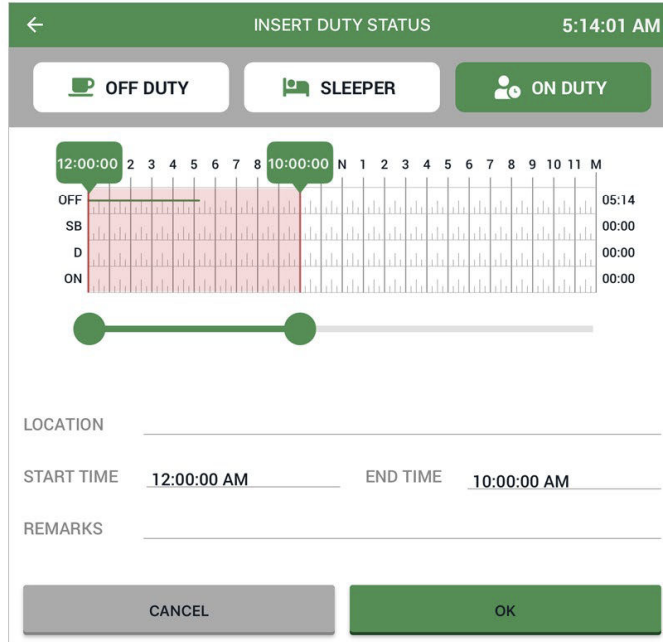

IMAGEN 14
1. Arrastra los puntos del borde (imagen 14).